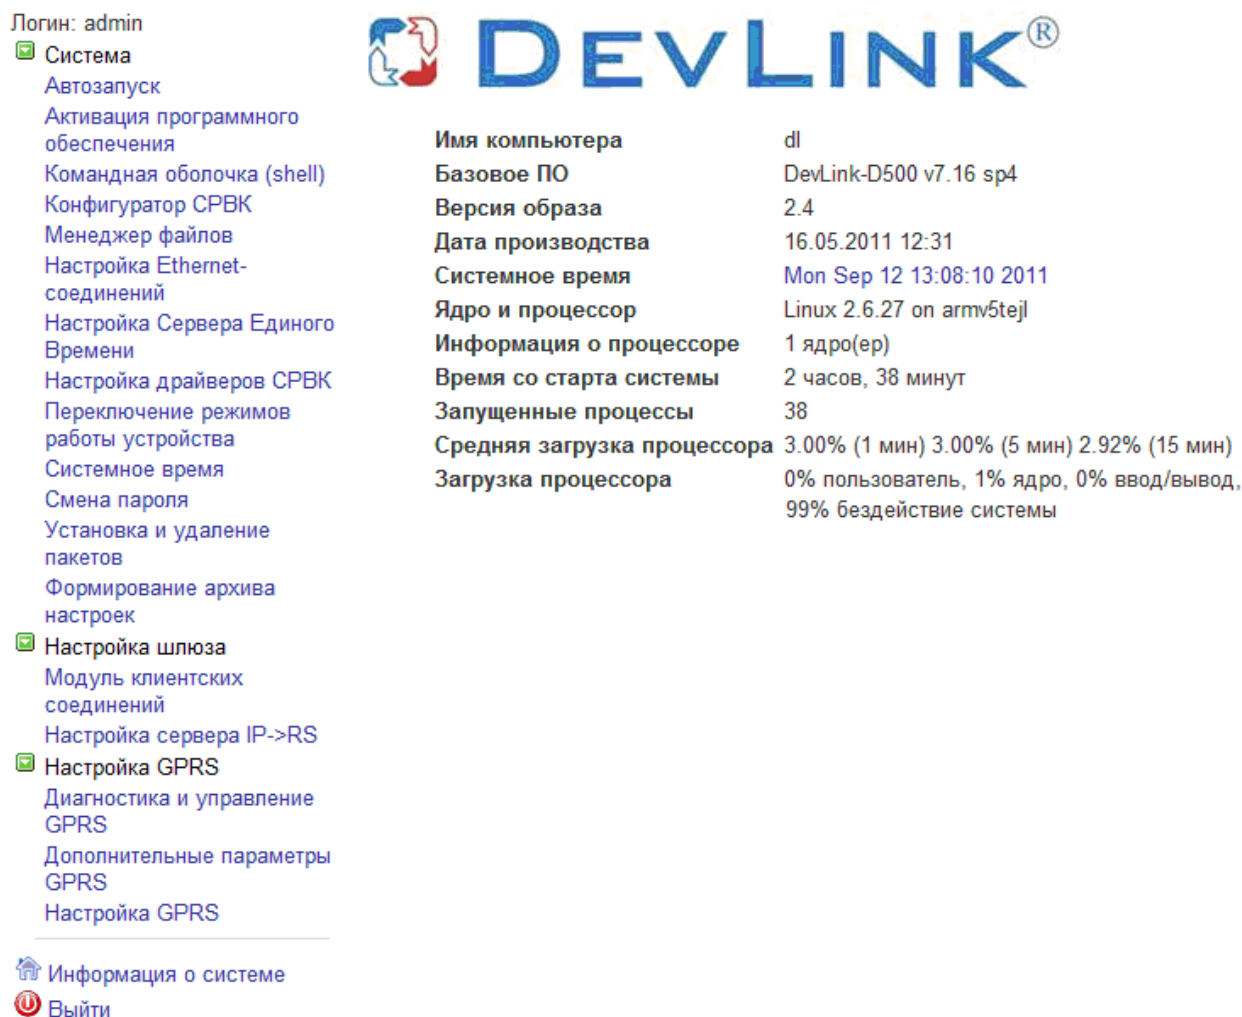

Рисунок 3.2 – Главная страница
- 3 На главной странице web-конфигуратора (рисунок 3.2) задать необходимые настройки.